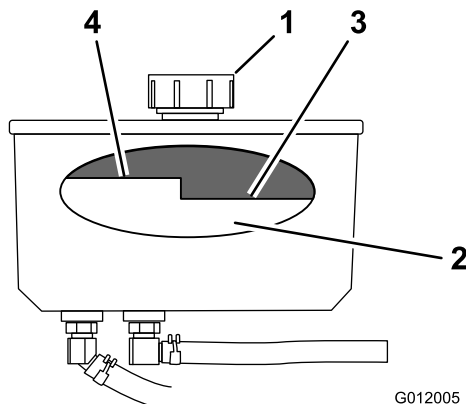

Figura 75
4. Limpie alrededor del cuello de llenado y el tapón del depósito de aceite hidráulico (Figura 75).
5. Retire el tapón del cuello de llenado (Figura 75).
Nota: El nivel de aceite debe estar por debajo del nivel caliente del tabique cuando el aceite está caliente (Figura 75).